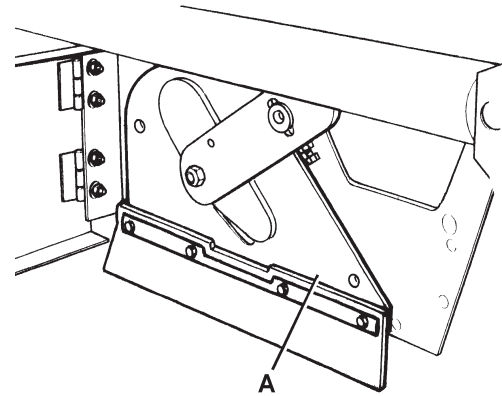
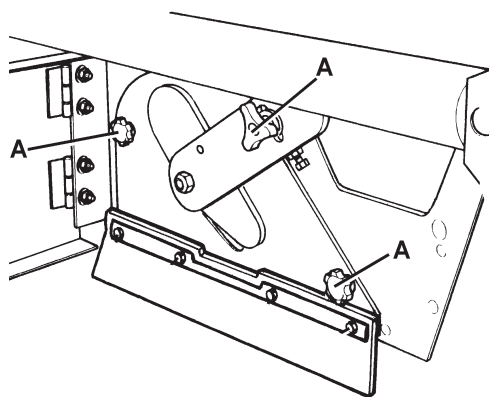

Figure 6
Figure 5
1. Amener la machine sur un sol plat et activer le frein de stationnement au moyen de la pédale (75) et du levier (68).
2. Tourner la clé de contact (69) sur "0", puis l'enlever.
3. Dégager le dispositif de retenue (8) et ouvrir le portillon droit (7).
4. Dévisser et enlever les pommeaux (A, Fig. 5).
5. Enlever le couvercle (A, Fig. 6) du logement du balai central.
10. Installer le couvercle du logement du balai central (A, Fig. 6) et serrer les pommeaux (A, Fig. 5).
11. Fermer le portillon droit (7) et engager le dispositif de retenue (8).